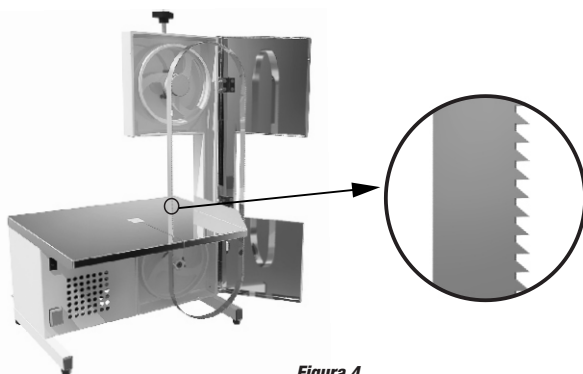

Figura 4
Posicione a lâmina (20 ou 21) sobre os volantes (47, 48 ou 49), com os dentes voltados para frente e apontando para baixo na região de corte, conforme **figura 4**. Estique a lâmina (20 ou 21), girando o manipulador (28) do esticador (11 ou 12) no sentido **horário** até que a lâmina fique bem calibrada (esticada).